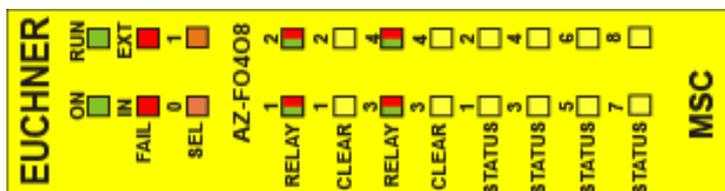

Figura 23:
8.3.11. Modulo AZ-F04F08 (Figura 23)